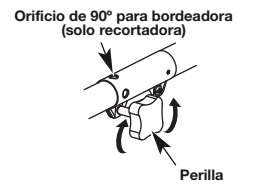
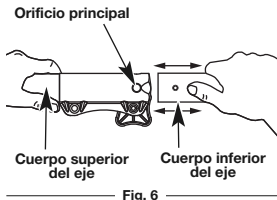

Fig. 4
Fig. 6
1. Para aflojar, gire la perilla en sentido contrario a las agujas del reloj (Fig. 4).
2. Mientras sostiene el accesorio con firmeza, empuje en línea recta hacia dentro del acoplador hasta que el botón de desconexión encaje firmemente en el agujero principal (Fig. 6).
3. Para apretar, gire la perilla en el sentido de las agujas del reloj (Fig. 4).
PRECAUCIÓN: Antes de operar esta unidad, cerciórese de que el botón de liberación esté completamente encajado en el orificio principal (Fig. 6) y de que la perilla (Fig. 4) esté bien apretada.
Para hacer cortes (orillados) decorativos con el accesorio de corte del cabezal de línea, trabe el botón de desconexión del accesorio en el interior del orificio de 90° (Fig. 4).
3. Al tiempo que sujeta firmemente la caja del eje superior, saque el accesorio del acoplador (Fig. 6).